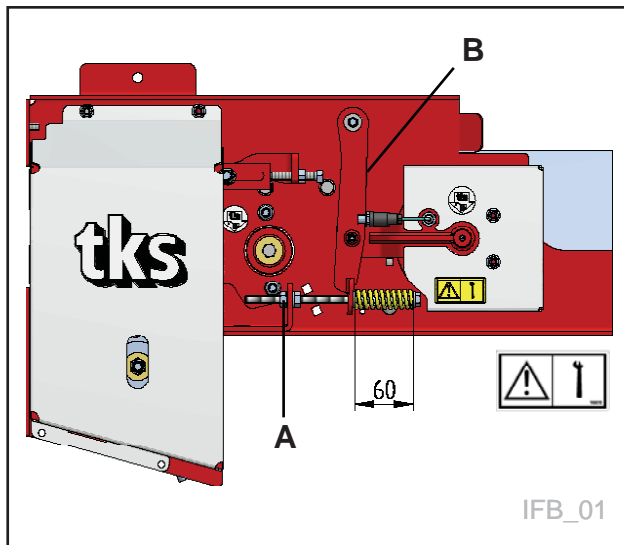

Fig. 47
- Stram skruen (A) slik at lengden på fjæren blir 60mm. **Se Fig. 47**
- Lengden på wren må være slik at ved 60mm stramming står armen (B) rette ned.